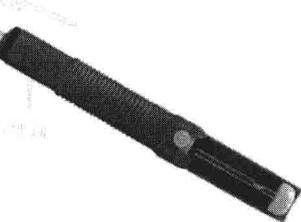

图 1-12 手动吸锡器
吸锡器是一种修理电子产品时常用的工具，在拆卸焊盘电子元件时，用于吸收掉熔化的焊锡，常用的手动吸锡器如图 1-12 所示。吸锡器使用时一般按以下步骤：①先把吸锡器活塞向下压至卡住；②用电烙铁加热焊点至焊料熔化；③移开电烙铁的同时，迅速把吸锡器嘴贴上焊点，并按动吸锡器按钮；④一次吸不干净，可重复操作多次。